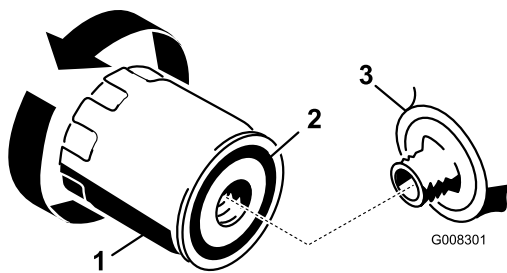

Figura 27
2. Togliere il filtro dell'olio usato e tergete la superficie della guarnizione dell'adattatore (Figura 27).
3. Spalmate un velo di olio nuovo sulla guarnizione di gomma del nuovo filtro dell'olio (Figura 27).
5. Serrate il filtro dell'olio di un altro mezzo o tre quarti di giro (Figura 27).